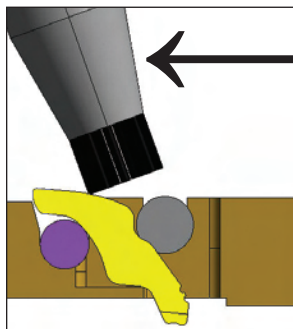

図 18: コンタクトブラッシングの正しい方向(コンタクトの底側)
- B. グラスファイバ(またはナイロン)ブラシを使用して、PerimeterコンタクトチップおよびGround (Ground Insertの場合も)コンタクト底部をやさしくブラッシングします。この場合は、コンタクトの中心から外側へ向けてブラッシングして下さい。図 18を参照ください。エラストマはブラッシングしないで下さい。